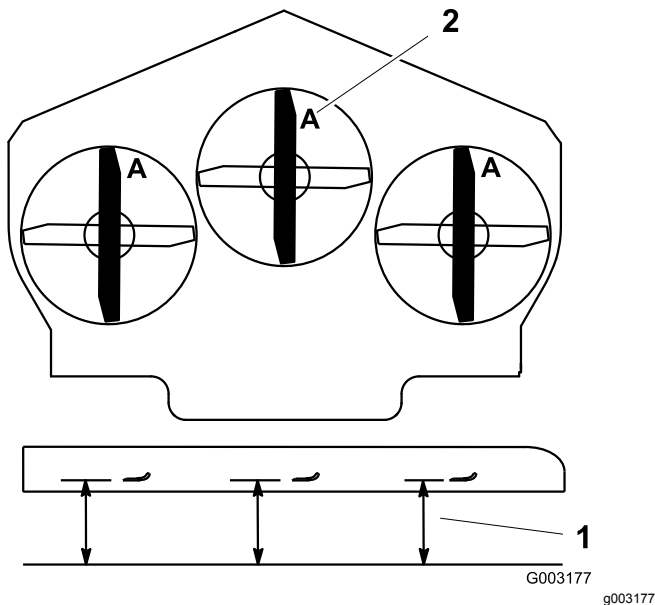

Bild 79
3. Drehen Sie die Schnittmesser, bis die Enden nach vorne und hinten gerichtet sind (**Bild 79**). Messen Sie von einer ebenen Fläche bis zu den
Schnittkante (Position **A**) der Messer (Bild 79).